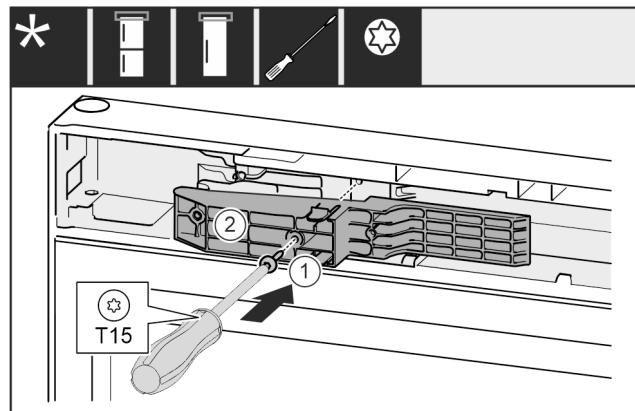

Fig. 51 *
- Adaptér Fig. 51 (1) na straně rukojeti vložte do výklenku.*
- Šroubovákem šroub Fig. 51 (2) pevně utáhněte.*